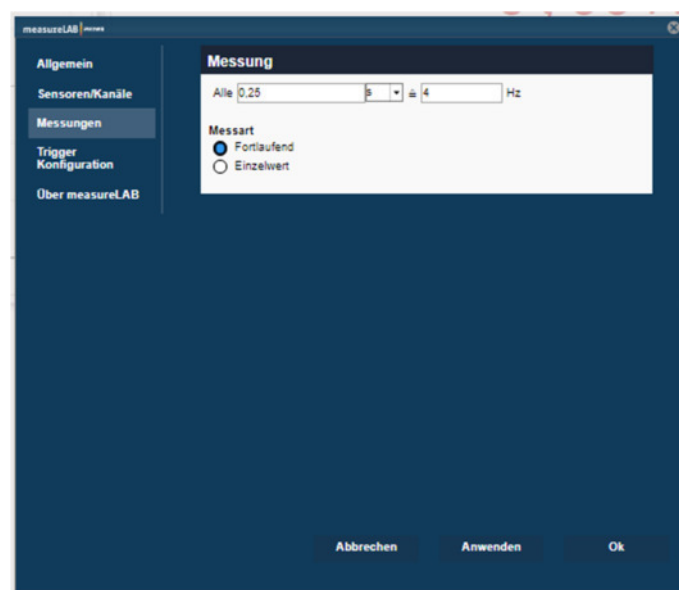
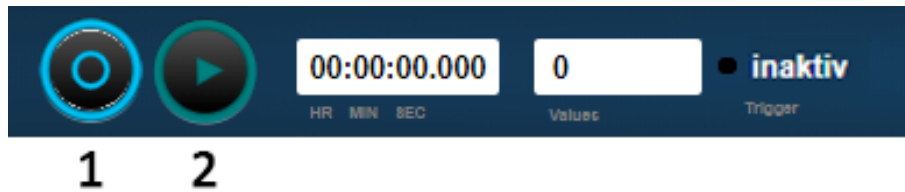

Abbildung 6: measureLAB Einstellungen - Messungen
Abbildung 10: Einzelwertmessungen
Unter Messungen können Sie die Abtastrate Ihres Experiments und den Messmodus einstellen - kontinuierliche oder Einzelmessungen (Abbildung 6).
Abhängig vom einzelnen Versuchsaufbau müssen Sie Ihre Messung möglicherweise fortlaufend oder als Einzelwerte aufzeichnen. In den Einstellungen (vgl. Kapitel 1.4, Abbildung 6) können Sie den Messmodus auswählen. Bei Auswahl einer Einzelmessung wird neben der Aufnahmetaste eine zweite Schaltfläche angezeigt. Um eine Reihe von Einzelmessungen zu starten (Abbildung 10), klicken Sie auf die Aufnahmetaste (1). Ein einzelner Messwert wird durch Anklicken der einzelnen Messschaltfläche (2) aufgezeichnet. Zum Beenden der Messung klicken Sie erneut auf die Aufnahme/Stopp-Taste (1).